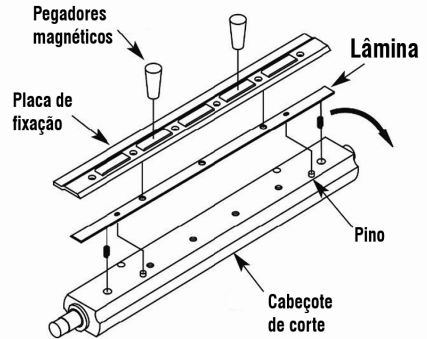

Fig. 16 – Pegadores magnéticos
- Solte os parafusos de fixação das lâminas e, com o auxílio dos pegadores magnéticos (Fig. 16), retire a placa de fixação das lâminas;